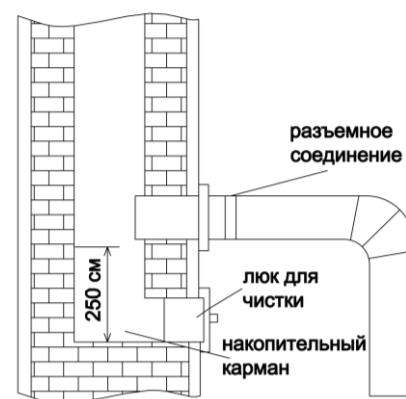

Рис. 22
- 4.5. Крепление трубы дымохода с дымоходом показано на рис. 22.